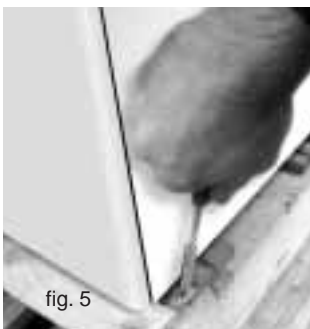

fig. 5
- svitare le quattro viti che fissano le staffe di blocco della caldaia al bancale in legno (fig. 5)